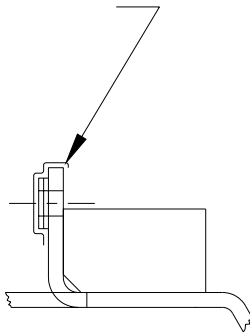

Figura 2
①	Cant. (4)	Perno de carruaje ½ x 1 ¼	⑤	Cant. (2)	Tuerca hexagonal ½ x 1 ¼
②	Cant. (4)	Bloque ¼ x 1 ½ x 2"	⑥	Cant. (2)	Arandela de bloqueo ½"
③	Cant. (4)	Arandela dentada cónica ½"	⑦	Cant. (4)	Arandela plana ½"
④	Cant. (4)	Tuerca hexagonal ½"	⑧	Cant. (2)	Ensambladura de tuerca de manija
- Despegue (5) ganchos de caucho del escape y baje la porción inferior trasera del sistema de escape.
- Levante el enganche a su posición y revise el espacio de lado a lado con el bastidor. Una arandelas de ½" al enganche según sea necesario para eliminar el vacío (ver figura 2).